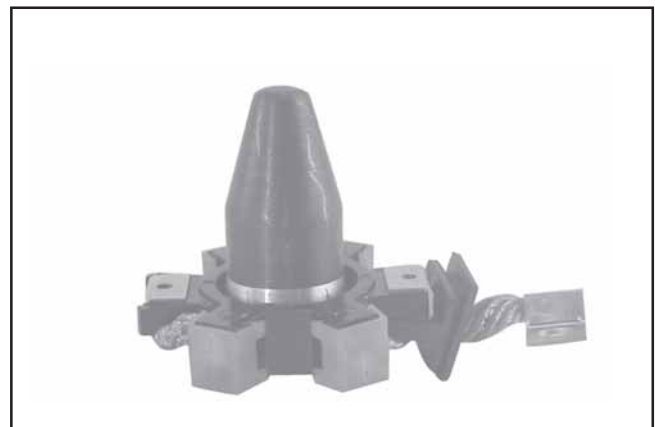

Figure 8-65. Outil de montage des balais avec extension.
- c. Installer les ressorts de balais et mettre en place les quatre coupelles. Voir la Figure 8-65.